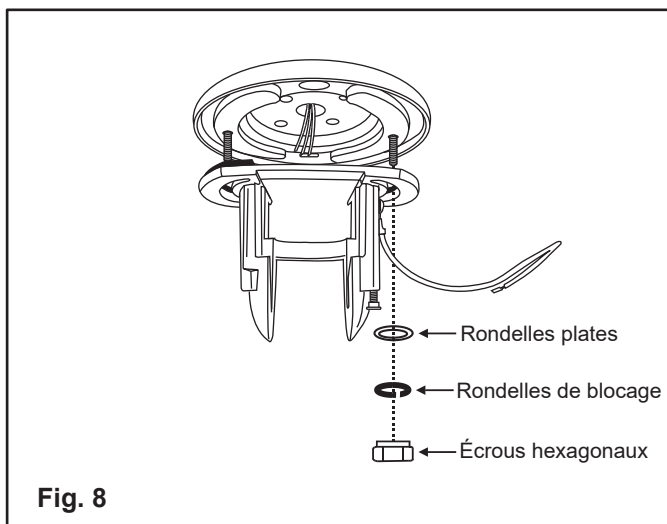

Fig. 8
2. Fixez le support de suspension à la plaque de montage à l'aide des deux écrous hexagonaux, des rondelles et des rondelles de blocage fournies. (Fig.8)